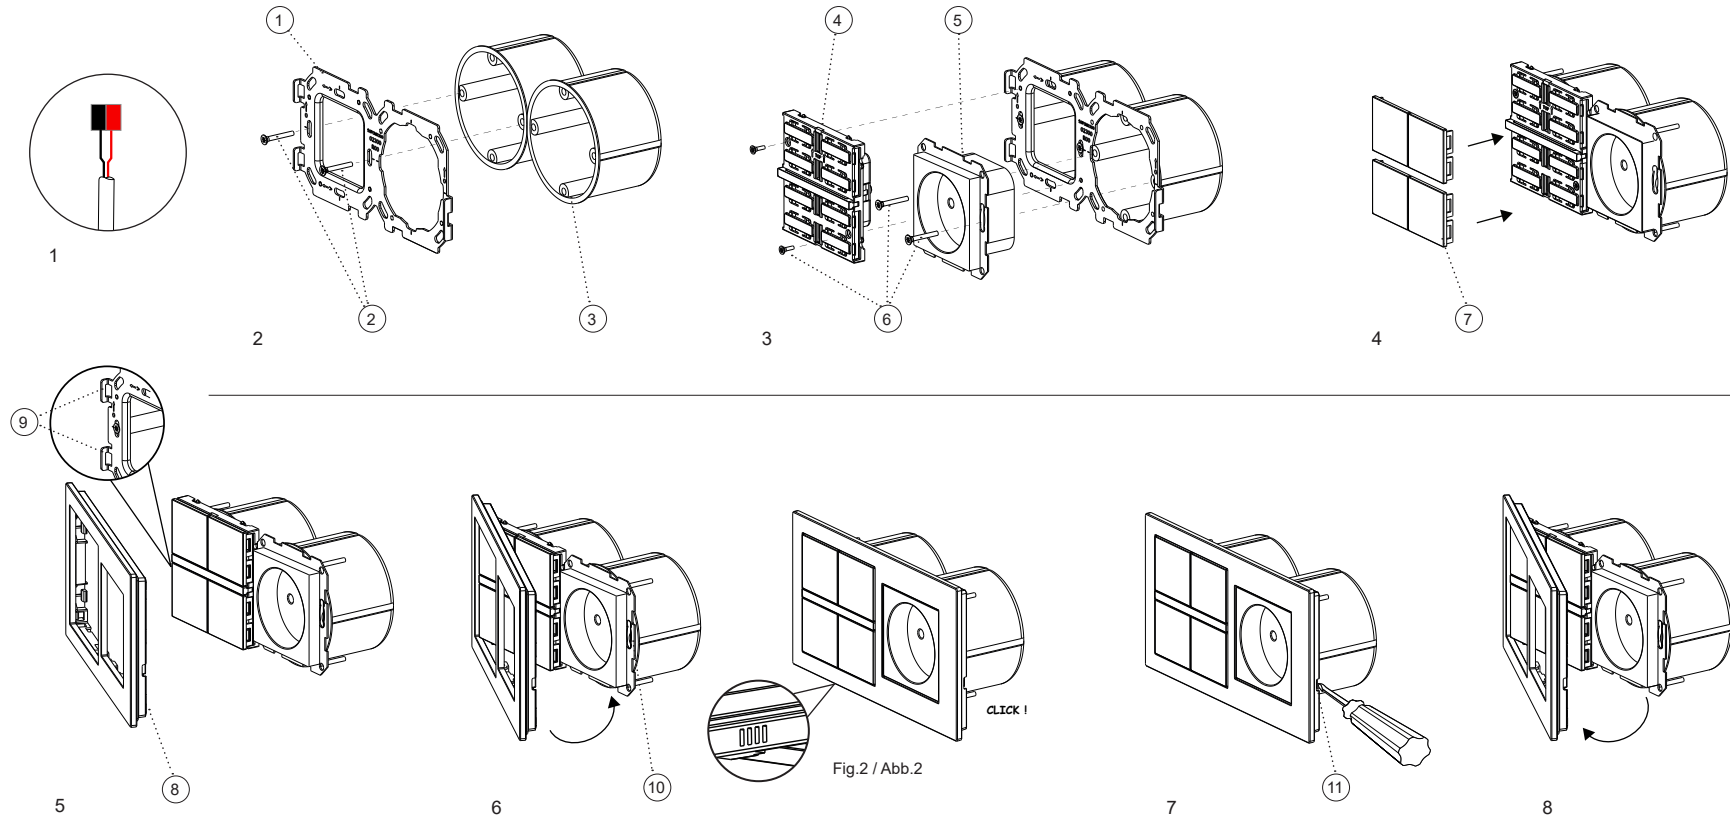

Fig.2 / Abb.2
- Per una corretta misurazione del sensore, montare la placca sul dispositivo nel verso corretto, con la griglia di areazione verso il basso (vedi fig.2).
- For correct measurement of the sensor, mount the cover frame on the device in the correct direction, with the ventilation grid facing downwards (see fig.2).
- Für eine korrekte Messung des Sensors montieren Sie den Abdeckrahmen richtig herum, mit dem Lüftungsgitter nach unten (siehe Abb.2).
- Para una medición correcta del sensor, monte el marco en el dispositivo en la dirección correcta, con la rejilla de ventilación hacia abajo (v. fig.2).